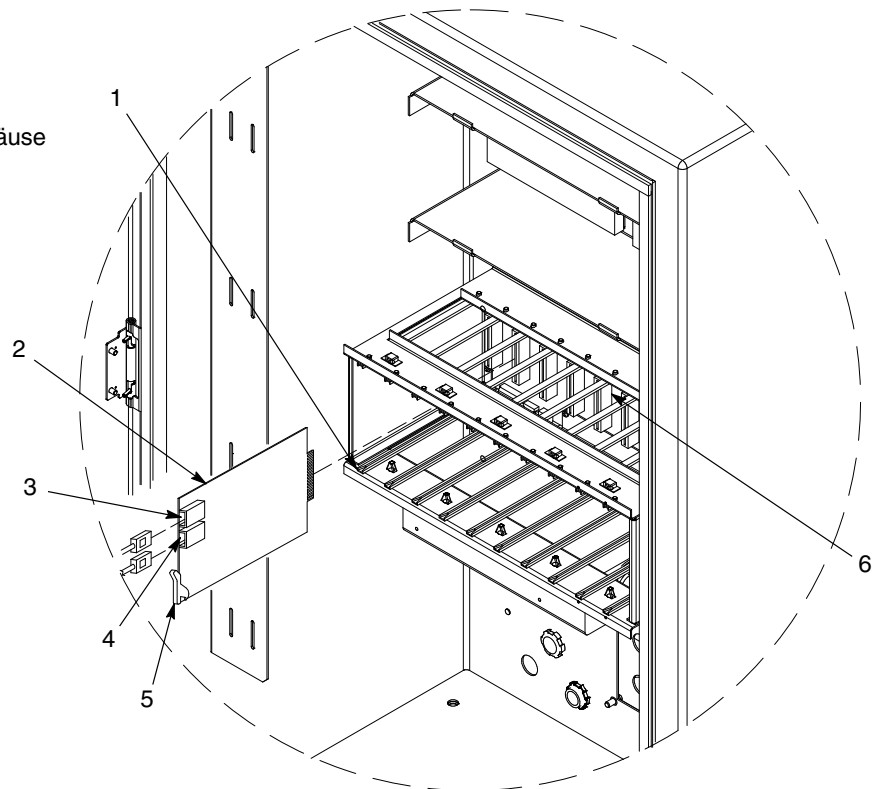

Abbildung 5-2 Pistolensteuerungskarte ersetzen
Siehe Abbildung 5-2. Die Pistolensteuerungskarten (2) werden im Platinengehäuse von links nach rechts installiert. Jede Karte steuert zwei Auftragsköpfe: die untere Buchse ist die ungerade Auftragskopfnummer, die obere Buchse ist die gerade Auftragskopfnummer.